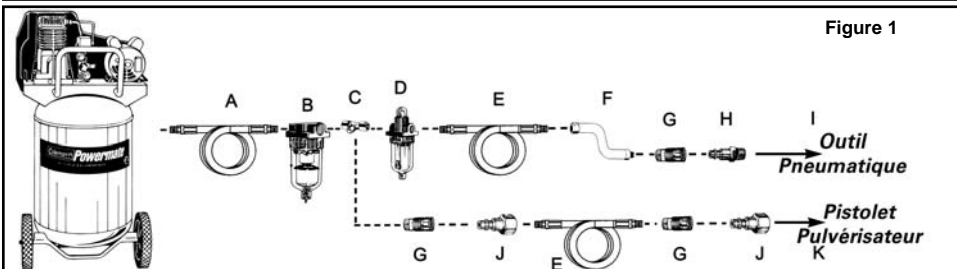

Figure 1
- Branchez l'outil au raccord rapide du tuyau d'air. **REMARQUE : Il est recommandé d'utiliser un tube flexible à raccordement à pivot (P012-0079SP - non inclus) afin d'empêcher que le tuyau d'air ne s'entortille ou ne se plie et de prévenir son usure excessive (voir la Figure 1 pour les connexions recommandées).**
Pour conserver le rendement optimal du moteur pneumatique, il faut le lubrifier à chaque utilisation. Des résidus de poussière, de saleté et d'huile se logeront à l'intérieur de l'outil et en réduiront le rendement. Un huilier sur canalisation est recommandé pour lubrifier automatiquement l'outil de façon adéquate (voir Figure 1). Si ce dispositif n'est pas disponible, il est possible de lubrifier l'outil manuellement par l'orifice d'admission (voir Figure 7).